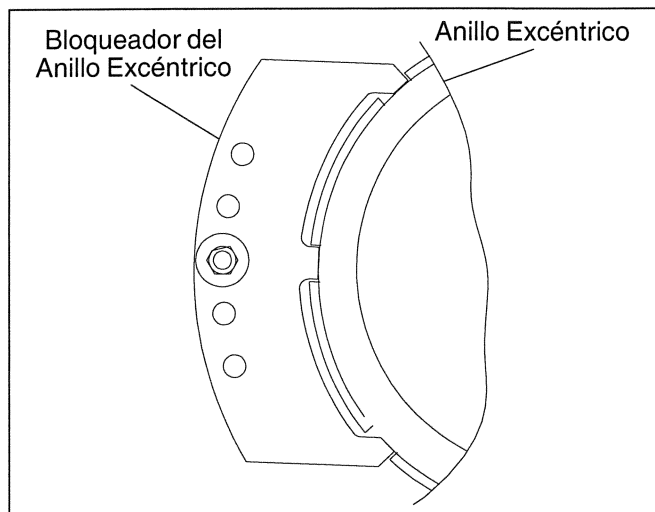

Figura 6.5 — Ajuste del Anillo Excéntrico
8. Rote los brazos hasta la posición cuando quitó el bloqueador del anillo excéntrico. El bloqueador excéntrico tiene cinco orificios. Hay dos orificios en la placa base de la tornamesa. Esto suministra 10 incrementos de bloqueo. Acople el bloqueador con el anillo excéntrico de manera que uno de los orificios en el bloqueador se alíne con uno de los orificios en la placa de la tornamesa (remítase a la Figura 6.5). Es posible que ninguno de los orificios del bloqueador logre alinearse con los orificios de la tornamesa. Si esto sucede, rote el anillo excéntrico levemente para aflojar el ajuste, hasta que el bloqueador pueda ser instalado. Instale el tornillo a través de la placa de la tornamesa y del bloqueador. Instale la tuerca y ajuste al valor de torque adecuado de acuerdo a la tabla de torque de la Sección 4.